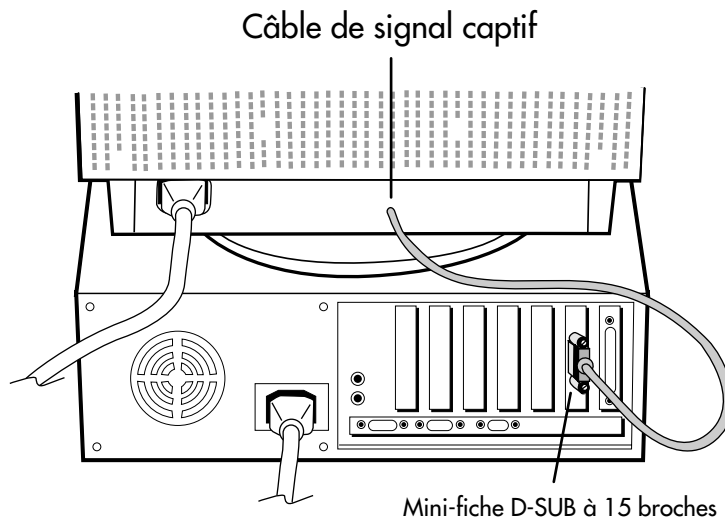

Figure A.1
3. Pour le PC : Connecter la mini-fiche D-SUB à 15 broches du câble de signal captif au connecteur de la carte vidéo du système (Figure A.1). Serrer toutes les vis.